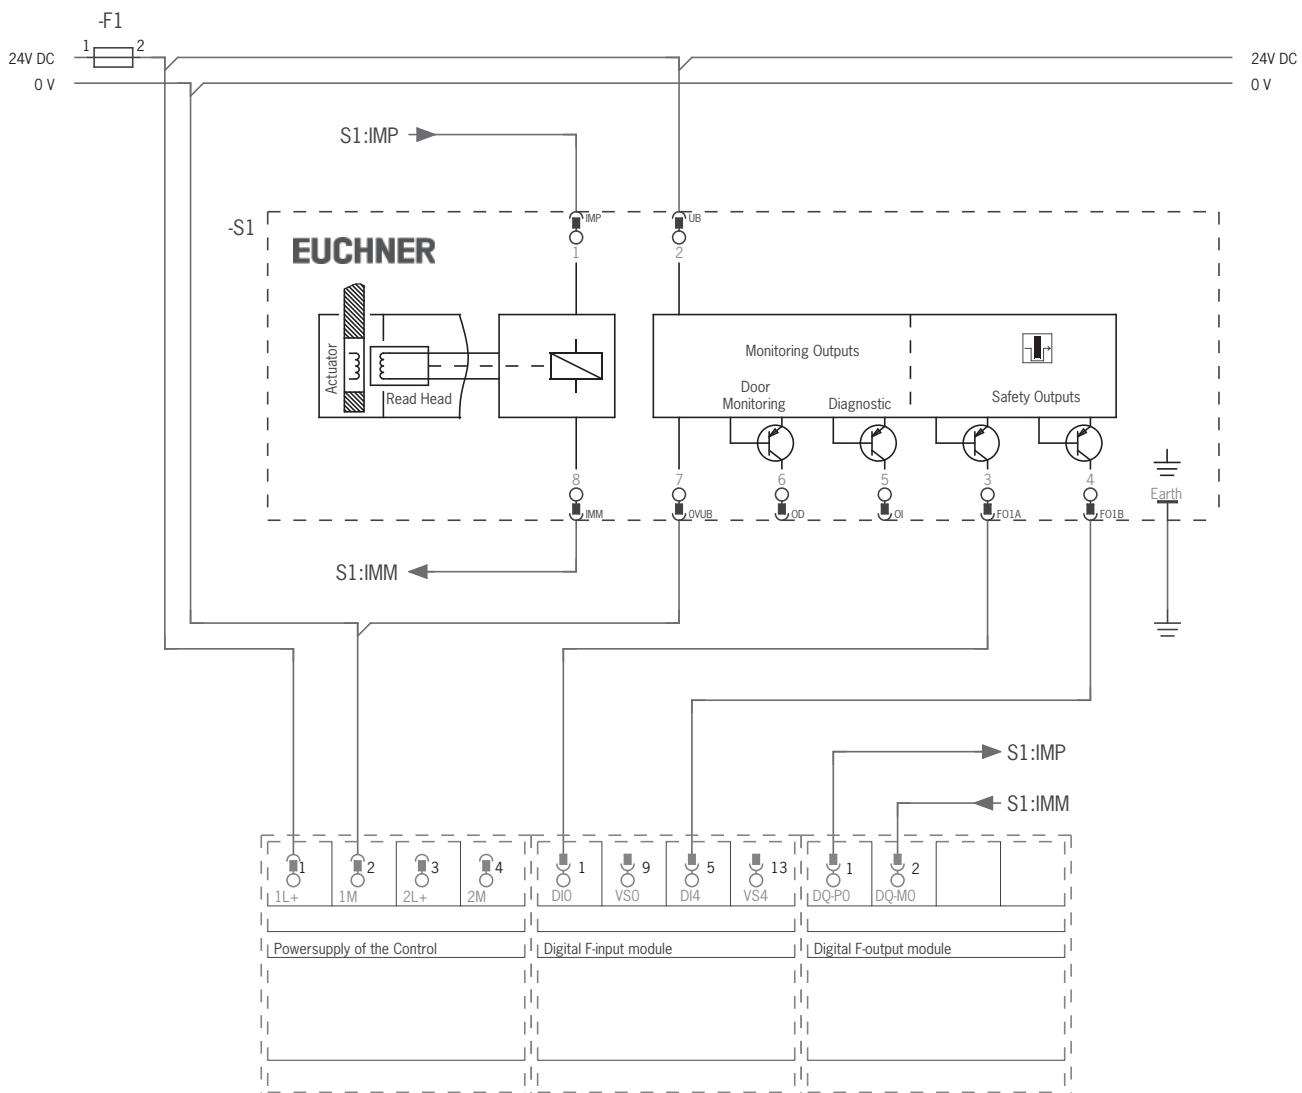

Bild 4: Anschlussbeispiel für den Anschluss an ET200
- › Bei einer zweikanaligen Ansteuerung der Magnetspannung durch sichere Ausgänge einer Steuerung sind folgende Punkte zu beachten (siehe auch *Bild 4 auf Seite 20*):